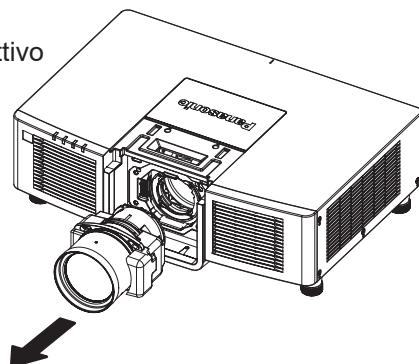

Fig. 5
4) Rimuovere l'obiettivo di proiezione. (Fig. 5)